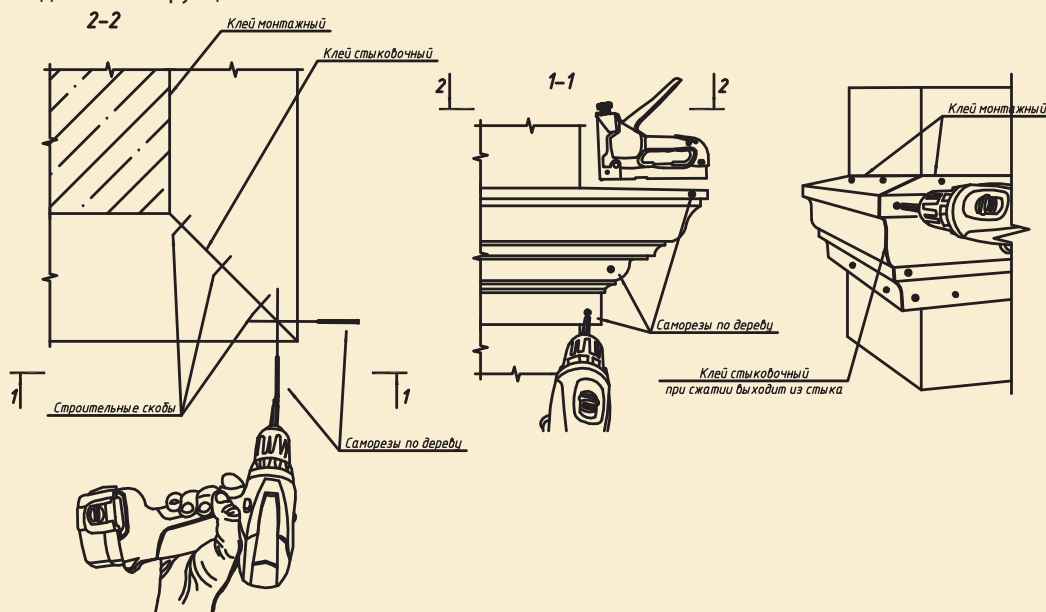

Рис. 3.4
3.1.1. Запилите изделия под необходимым углом, под углом 45° — для прямых углов. Используйте стусло, распиловочный ящик, дисковую торцевую пилу или самостоятельно выполните разметку на изделии с использованием лазерного уровня. Состыкуйте изделия на углу здания, на уровне отметок (рис. 3.4).